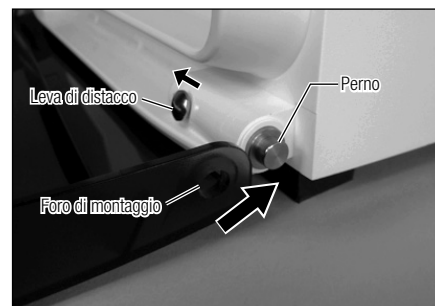

Fig. 24
- 2) Far combaciare l'altro foro di montaggio sul lato destro dello sportello tirando la leva di distacco. Rilasciare la leva di distacco. Un "clic" indica che il vano è fissato saldamente (Fig. 24).